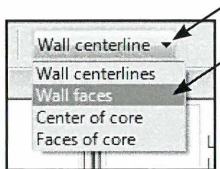

Fig. 08.11. Vælg Wall faces.
- Vælg *Wall faces* i *Modify* panelet (Fig. 08.11).